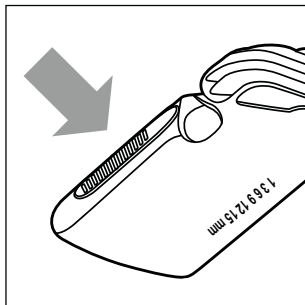

Fig. 5
- Apăsăți butonul atunci când împingeți pieptenele atașabil ⑩/⑪ în sus sau în jos (a se vedea fig. 5). Astfel, pieptenele atașabil ⑩/⑪ se poate desprinde și împinge mai ușor din lăcaș.
- ▶ Apăsăți partea superioară a butonului atunci când împingeți pieptenele atașabil **10/11** în sus sau în jos (a se vedea fig. 5). Astfel, pieptenele atașabil **10/11** se poate desprinde și împinge mai ușor din lăcaș.